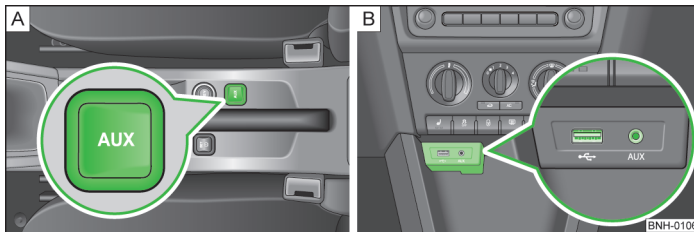

Abb. 75 AUX-IN-Eingang / MDI-Eingang
Der MDI-Eingang befindet sich oberhalb des Ablagefachs in der Mittelkonsole vorn » Abb. 75 - **B**.
Der USB-Eingang » Abb. 75 - **B** kann separat zum Anschließen z. B. eines USB-Sticks mit Audiodateien genutzt werden. Die Tonwiedergabe startet automatisch, sobald der USB-Stick angeschlossen wird.
- zwischen den Vordersitzen in der Mittelkonsole » Abb. 75 - **A**;
- oberhalb des Ablagefachs in der Mittelkonsole vorn » Abb. 75 - **B**;